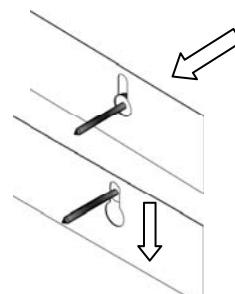

Figura 4
PASO 3: Coloque los ojos de la cerradura en la parte trasera del Cubo de pared, sobre los tornillos. Presione el Cubo de pared hacia abajo para asegurararlo en el lugar, como se muestra en la **Figura 4**.